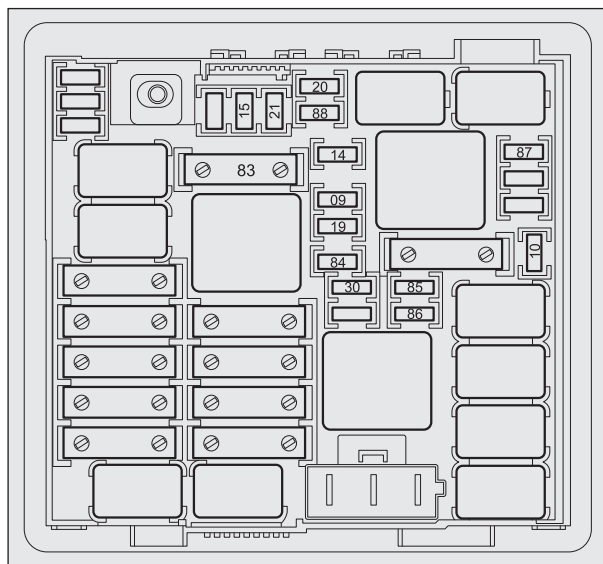

fig. 38
## Centralina vano motore fig. 38
**Centralina vano motore fig. 38****UTILIZZATORI**